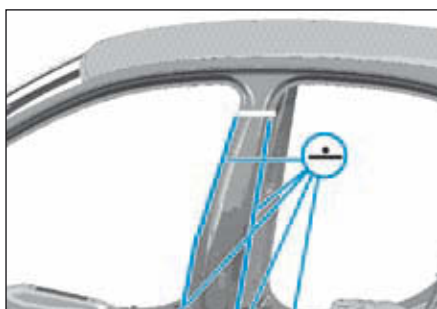
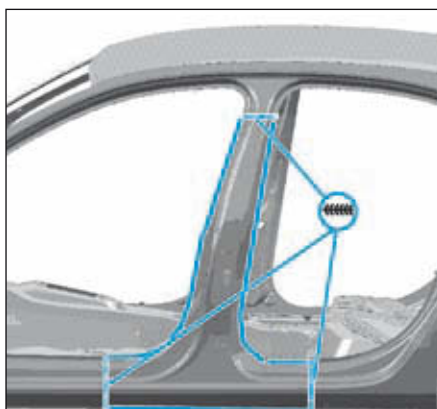

FIG.37
FIG.38
- Ajuster et souder comme illustré (Fig.37) et (Fig.38).